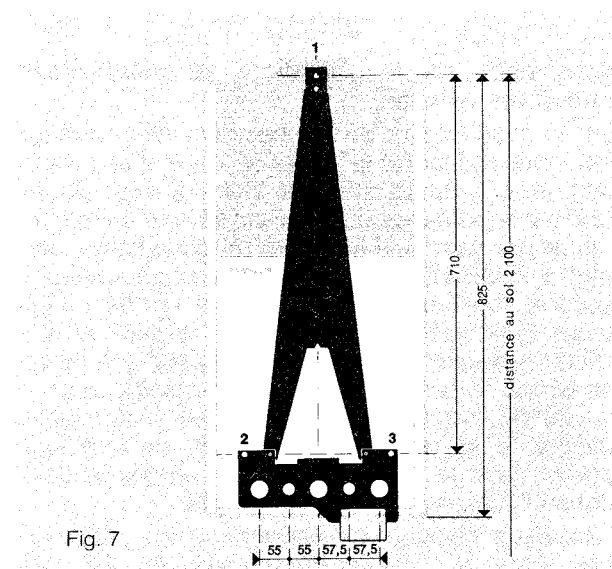

Fig. 7
- de respecter la hauteur minimale de 1,80 m pour le bas du coupe-tirage dans le cas où celui-ci sert de ventilation haute, soit 2,10 m pour la position du trou supérieur de fixation (1 fig. 7).